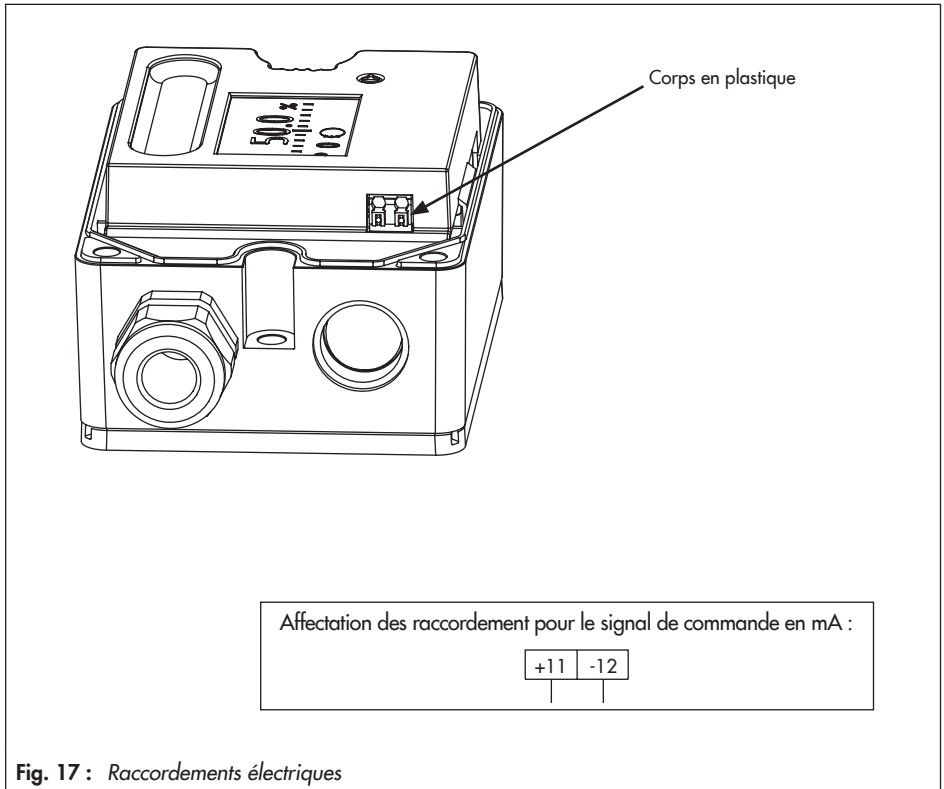

Fig. 17 : Raccordements électriques
- Pour déverrouiller les bornes à ressorts, enfoncer légèrement le corps en plastique (Fig. 17) dans le bornier à l'aide d'un tourne-vis plat.
- Raccorder la tension d'alimentation (signal de commande en mA) selon la Fig. 17.